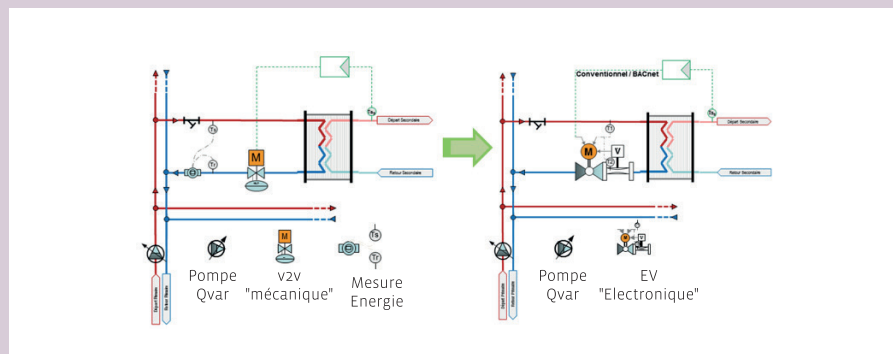

Figure 3 De la vanne 2 voies PI « mécanique » à la vanne 2 voies « électronique ».
L'arrivée de l'Energy Valve (EV) révolutionne le secteur des vannes de régulation combinées, en proposant une vanne 2 voies de régulation intelligente, indépendante de la pression différentielle et de la température (> figure 3).